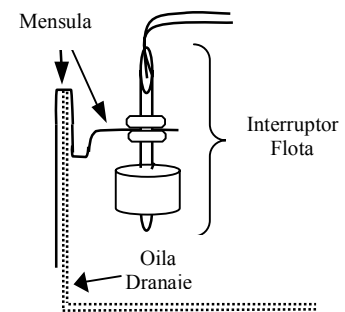

Figura 1: Instalacion en la Oila
2. Filar el mensula de interruptor en la parte “lado” baja de la oila “envase o pan” y presionar firmemente dentro de su lugar, a asegurarse que los cables del interruptor esten en posicion arriba. Asegurarse que la flota se mueva libremente (ver Figura 1).